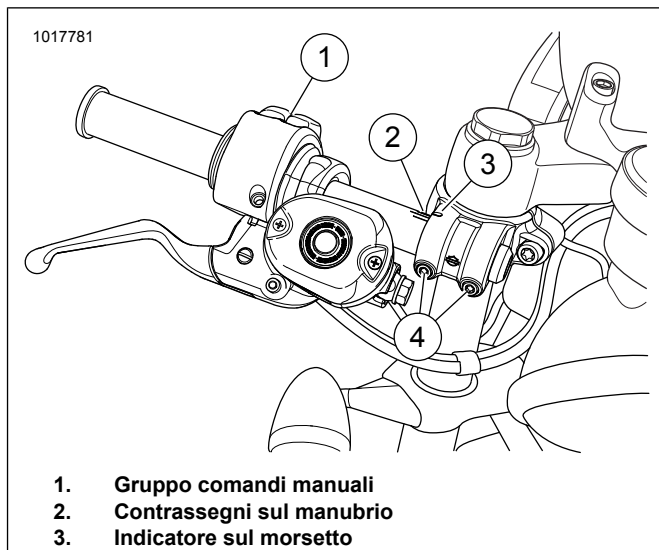

Figura 6. Manubrio Clip-on, installato con comandi manuali
4. Vedere Figura 6. I manubri Clip-on possono essere ruotati leggermente, se lo si desidera.
5. Notare l'allineamento dei contrassegni clip-on (2) con l'indicatore sul morsetto (3).
6. Allentare le viti (4).
8. Serrare le viti (4) a: